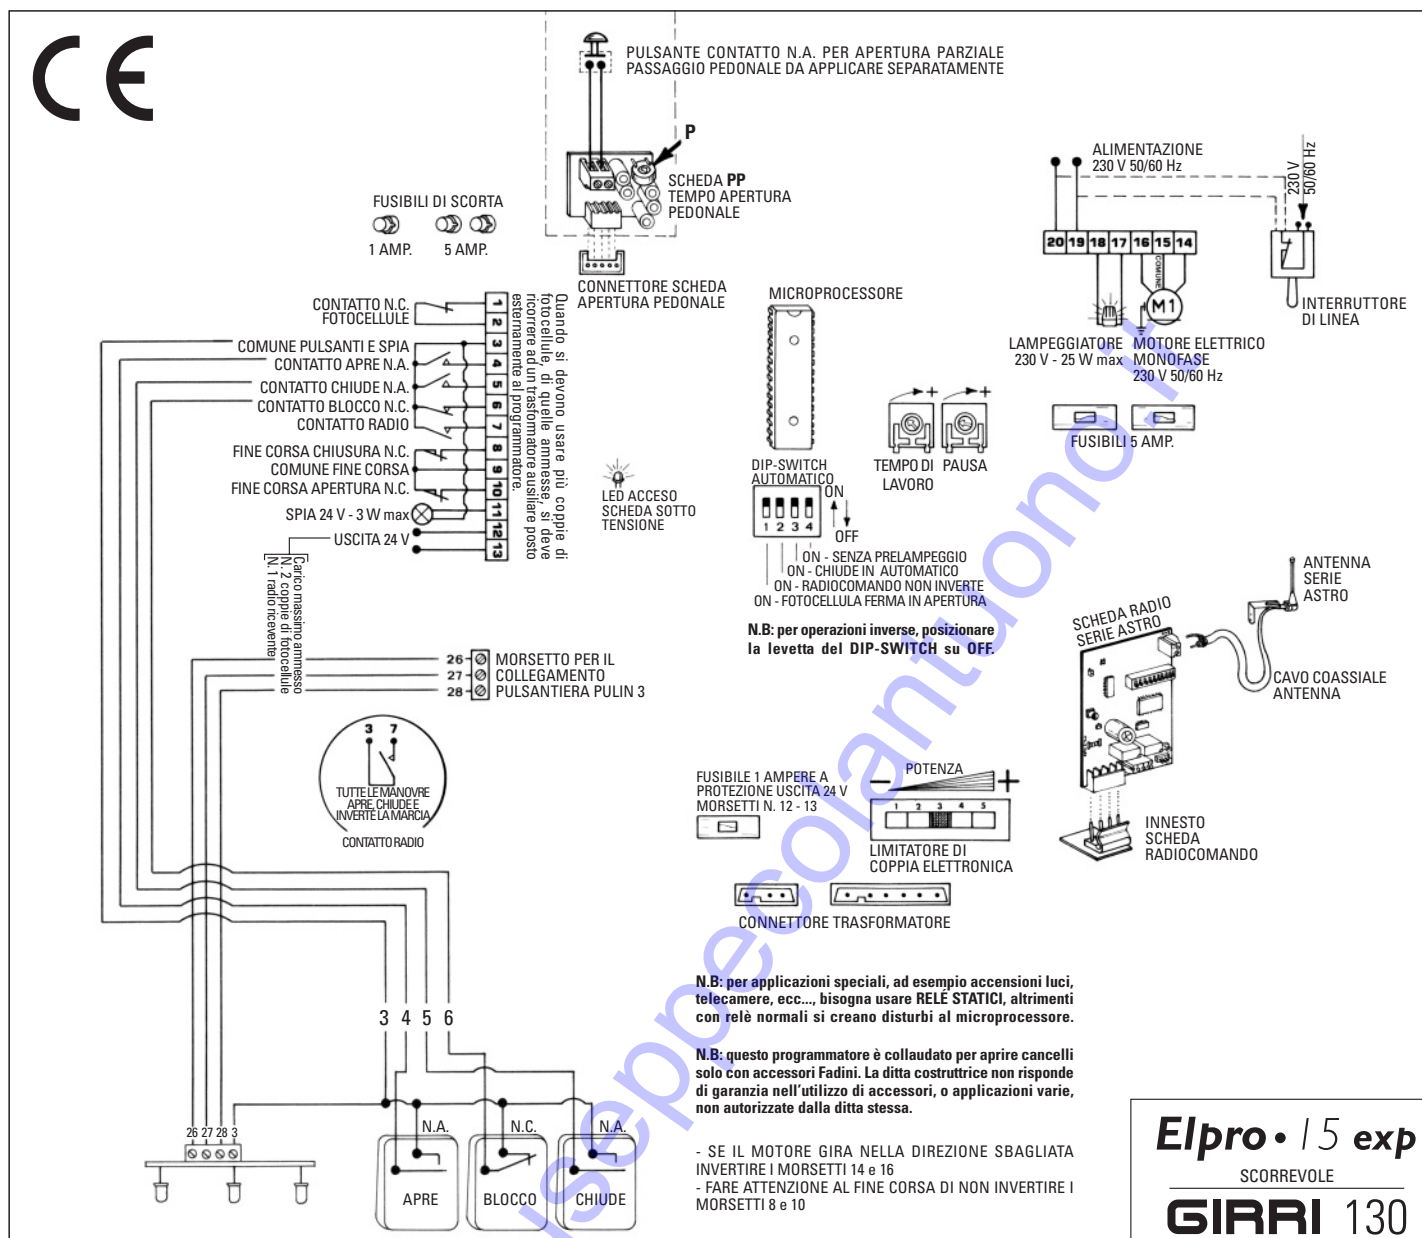

FIG. 12
Una volta effettuati tutti i collegamenti elettrici, fare le prime prove di funzionamento elettrico, portando l'interruttore n° 3 del Dip switch "B" della scheda base (fig. 12) in posizione **chiusura automatica (ON)** in modo che quando si è dato l'impulso al contatto 3-4 si apre il cancello e rimane aperto per il tempo desiderato tramite il temporizzatore n° 6 di pausa; fare attenzione ai tempi di lavoro che siano quelli desiderati.
Invece, con l'interruttore n° 3 del Dip switch "B" in posizione **semiautomatico (OFF)**, bisogna dare un impulso per aprire ed un impulso per chiudere sui contatti morsettiera 3-4 scheda base, invece con il contatto 3-7, anche se il cancello è in movimento, si eseguono tutte le manovre di apertura, chiusura e si inverte la marcia dando per ogni operazione un impulso di 1 secondo come esposto sullo schema elettrico disegno n° 2167. Fig. 12.
- Si consiglia di eseguire tutti i collegamenti elettrici a dis. n° 2167, foglio inserito nel programmatore elettronico, sul quale è schematizzato e descritto il suo funzionamento e l'inserimento della radio/trasmittitore in automatico. Fig. 12.
È importante che i fine corsa intervengano secondo il senso di rotazione del motore elettrico perchè quando è in "pausa", in automatico a cancello aperto, il fine corsa di "aperto" controlla i secondi in apertura per poi chiudersi automaticamente dopo il tempo stabilito con il temporizzatore 6 di pagina 7 (fig. 12).